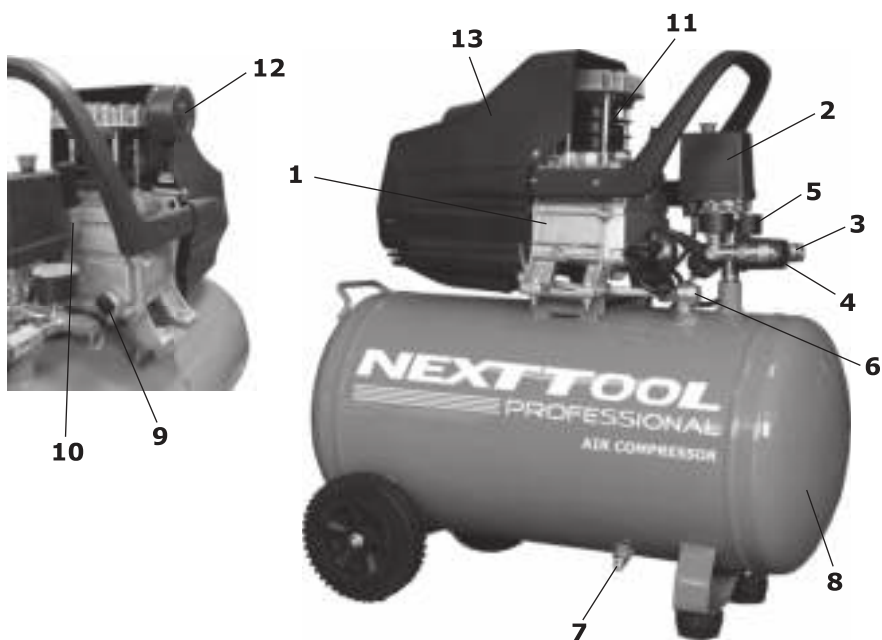
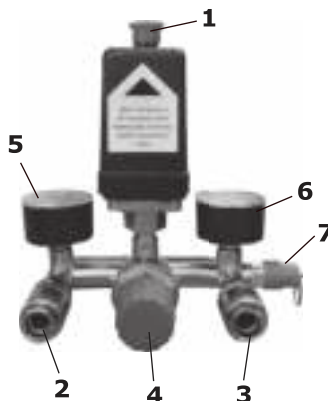

рис.1
рис. 3
1.6 Общий вид и компрессора представлен на рис.1
1.7 Картер компрессорной группы (рис.1 поз.1) с двигателем закреплены на металлическом корпусе ресивера (рис.1 поз.8). Двигатель закрыт пластиковым кожухом (рис.1 поз.13). Вращение якоря двигателя преобразуется кривошипно-шатунным механизмом в возвратно-поступательное движение поршня. Сжатый воздух из выпускного клапана цилиндра подаётся в ресивер. При подключении к быстроразъёмным выходным штуцерам (рис.1 поз.3) коллектора пневмоинструмента, сжатый воздух подаётся к инструменту. Выходное давление в штуцерах регулируется редуктором и контролируется манометрами.
При подключении компрессора к сети питания, убедитесь что, выключатель реле давления (рис.3 поз.1) находится в позиции «Выкл», положение «Нажато». Запустите компрессор, переведя выключатель в позицию
«Вкл», положение «Отжато». Для обеспечения хорошей работы компрессора при первом запуске рекомендуется оставить компрессор работающим в течение 5 - 8 минут с полностью открытыми выходными кранами (рис.3 поз.2,3) и редуктором (рис.3 поз.4), после чего откройте вентиль слива конденсата (рис.1 поз.7), находящийся снизу ресивера и слейте конденсат. После первых 5-ти часов работы компрессора проверьте крепление винтов головки цилиндра и кожуха двигателя (рис.1 поз.13).
При полностью открытом редукторе (рис.3 поз.4), в выходные штуцера (рис.3 поз.2 и 3) подаётся давление из ресивера. Оба манометра (рис.3 поз.5 и 6) показывают давление в ресивере. Выходное давление в штуцерах регулируется редуктором и контролируется по манометрам.
Также компрессор оснащён предохранительным клапаном (рис.3 поз.7) для ограничения максимального давления в ресивере.
4.3 По окончании работы полностью сбросьте давление, открыв выходные штуцера (рис.3 поз.2 и 3).